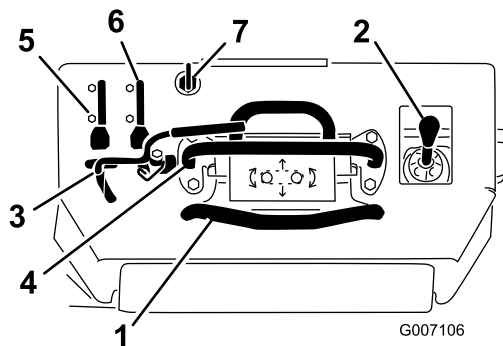
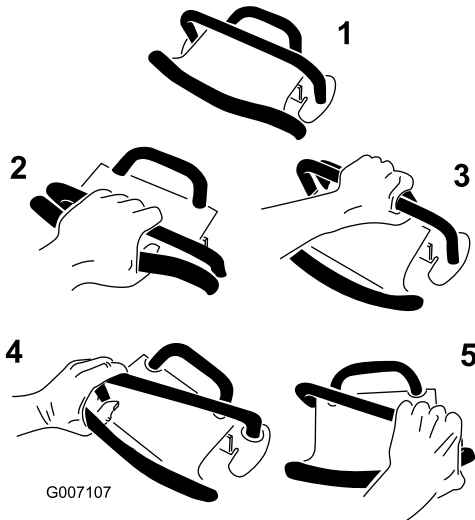

Figura 5
Figura 6
Familiarícese con todos los controles (Figura 5) antes de poner en marcha el motor y trabajar con la unidad de tracción.
- Para conducir hacia adelante, mueva el control de tracción hacia adelante (número 2 en Figura 6).
- Para conducir hacia atrás, mueva el control de tracción hacia atrás (número 3 en Figura 6). **Mientras conduzca en marcha atrás, mire hacia atrás para asegurarse de que el camino está despejado, y mantenga ambas manos en la barra de referencia (Figura 5).**
- Para girar, mueva el control de tracción en la dirección deseada (números 4 y 5 en Figura 6).
- Para detenerse, suelte el control de tracción (número 1 en Figura 6).